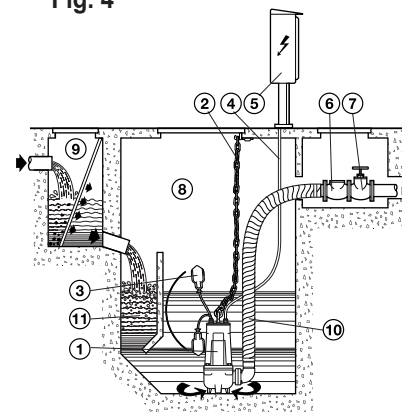

Fig. 5
5.2.1 INSTALLAZIONE MOBILE (FIG. 5)